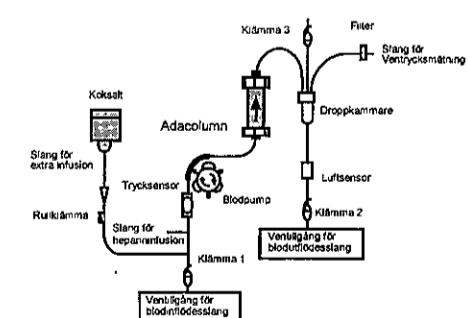

Fig. 3
- Anslut blodinflödeslangen och blodutflödeslangen till ovan nämnda veninfart (Fig. 3). Alternativt kan man vänta med att ansluta blodutflödeslangen till veninfarten tills blodet når änden av blodutflödeslangen.